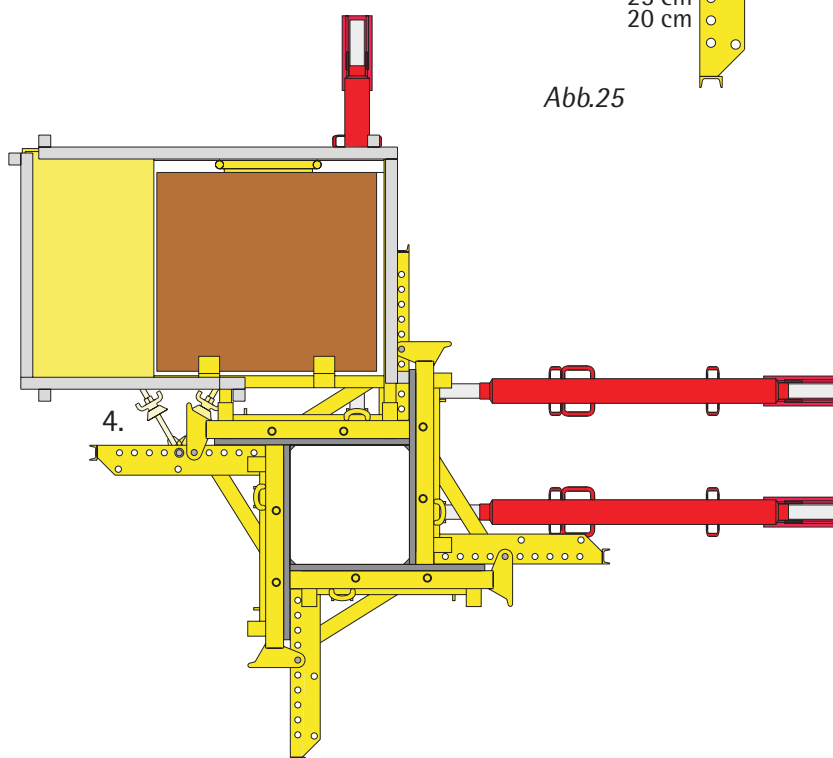

Abb.26
Wegen der Schrägstellung der Spannvorrichtung erfolgt diese Verbindung um ein Loch nach außen versetzt (Abb. 26).
4. Spannvorrichtungen einschwenken und mit der Kugelgelenkplatte DW15 D.75 verspannen (Abb. 26).